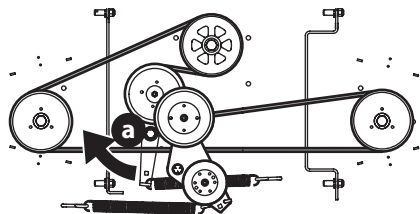

Figure 54
- A l'aide d'un tournevis de 1/2 po, insérez l'extrémité dans l'ouverture carrée de 1/2 po de l'ensemble de pignon du plateau de coupe (a) et faites tourner l'ensemble de pignon du plateau de coupe (a) dans le sens horaire (Figure 54). Tout en maintenant l'ensemble du galet tendeur (a), détachez la courroie du plateau de coupe de la poulie et faites-la glisser pour l'écarter de la poulie.
- Acheminez la nouvelle courroie (Figure 54). Réinstallez ensuite le plateau de coupe et la courroie de PDF.